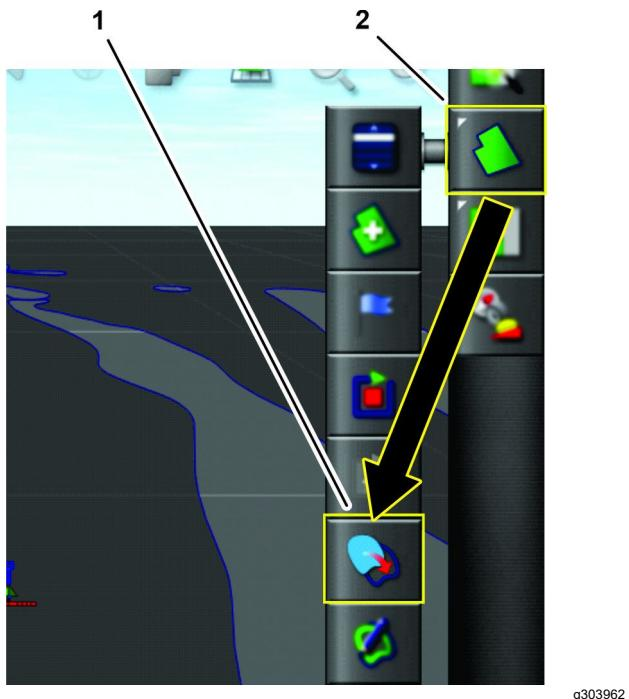

Figure 73
4. Appuyez sur l'icône MENU DES CHAMPS, puis sur l'icône CRÉER UNE LIMITÉ AVEC UN FICHIER DE FORME (Figure 73).